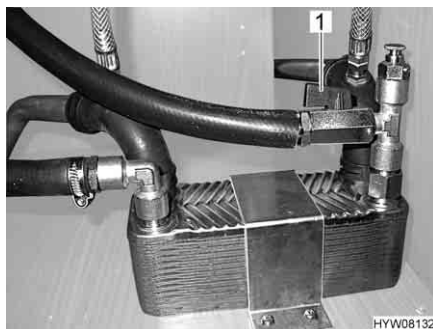

Fig. 117 Scambiatore di calore Alde
- Posizionare la maniglia (Fig. 117,1) del rubinetto di chiusura parallelamente alla tubazione.
- Posizionare la maniglia (Fig. 117,1) del rubinetto di chiusura verticalmente rispetto alla tubazione.